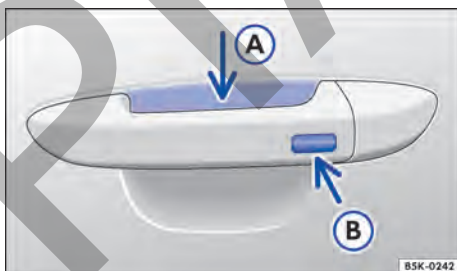

Fig. 50 Keyless Access: superficies del sensor.
- Tocar el sensor → fig. 50 **A** en la parte interna de la manilla de la puerta del conductor o de la puerta del acompañante delantero.
- Tocar la superficie del sensor → fig. 50 **B** en la parte externa de la manilla de la puerta del conductor o de la puerta del acompañante delantero *una vez*.
- Además, dentro de 5 segundos, toque una vez en el sensor en el exterior de la manilla de la puerta → fig. 50 .
Para la **apertura de confort** de todos los vidrios eléctricos empujar la manilla de la puerta y mantener presionados, al mismo tiempo, el sensor de la parte interior de la manilla → fig. 50  y la superficie del sensor .
Para el **cierre de confort** de todos los vidrios eléctricos mantenga un dedo durante unos segundos sobre la superficie del sensor → fig. 50  del lado exterior de la manilla de la puerta del conductor o del acompañante delantero.
Un fuerte chorro de agua o de vapor puede activar las superficies de los sensores en las manillas si, al mismo tiempo, una llave del vehículo válida está en el área de aproximación. Si al menos un vidrio está abierto y la superficie del sensor → fig. 50  en una manilla de la puerta se activa permanentemente, todos los vidrios se cerrarán. Si el chorro de agua o de vapor se aleja brevemente de la superficie del sensor → fig. 50  de una manilla de la puerta y se vuelve a dirigir hacia ella, posiblemente todos los vidrios se abrirán.